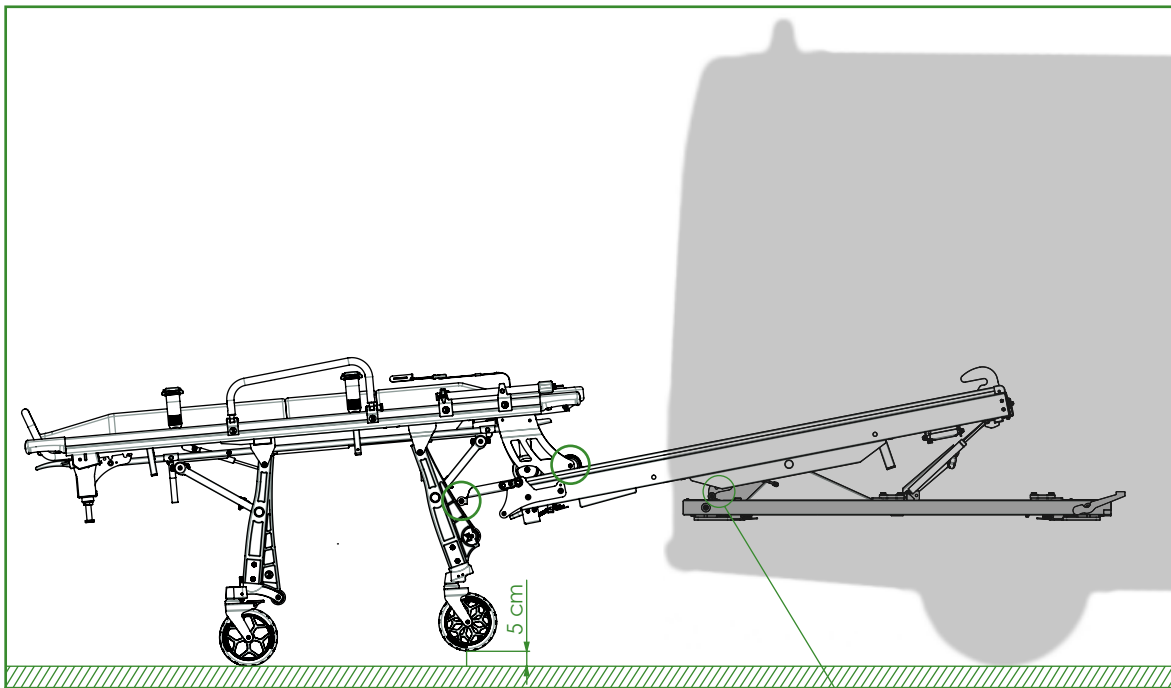

FIGURA 3
- Incline la plataforma (tal y como se indica en el punto 03.3.1) de manera que estando la camilla en esta posición las ruedas delanteras estén a un mínimo de 5cm del suelo (ver figura 3).